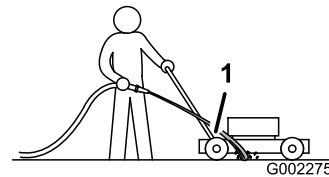

Figura 23
3. Sujete la manguera a la altura del manillar y dirija el agua para que fluya sobre el suelo justo por delante de la rueda trasera derecha (Figura 23).